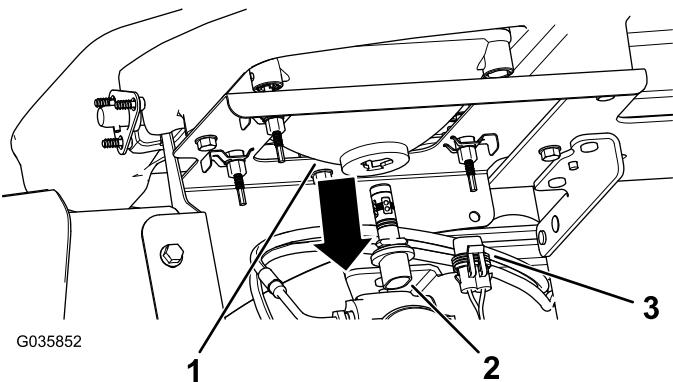

Рисунок 49
3. Отсоедините электрический соединитель жгута проводов от соединителя лампы в сборе в задней части корпуса передней фары (Рисунок 49).
- Поверните лампу в сборе на $\frac{1}{4}$ оборота против часовой стрелки и одновременно переместите ее назад, чтобы извлечь из корпуса фары (Рисунок 49).
- Вставьте новую лампу в сборе и корпус фары, совместите выступы в лампе с пазами в корпусе фары (Рисунок 49).
- Закрепите лампу в сборе, повернув ее на $\frac{1}{4}$ оборота по часовой стрелке (Рисунок 49).
- Подсоедините электрический соединитель жгута к соединителю нового узла лампы (Рисунок 49).